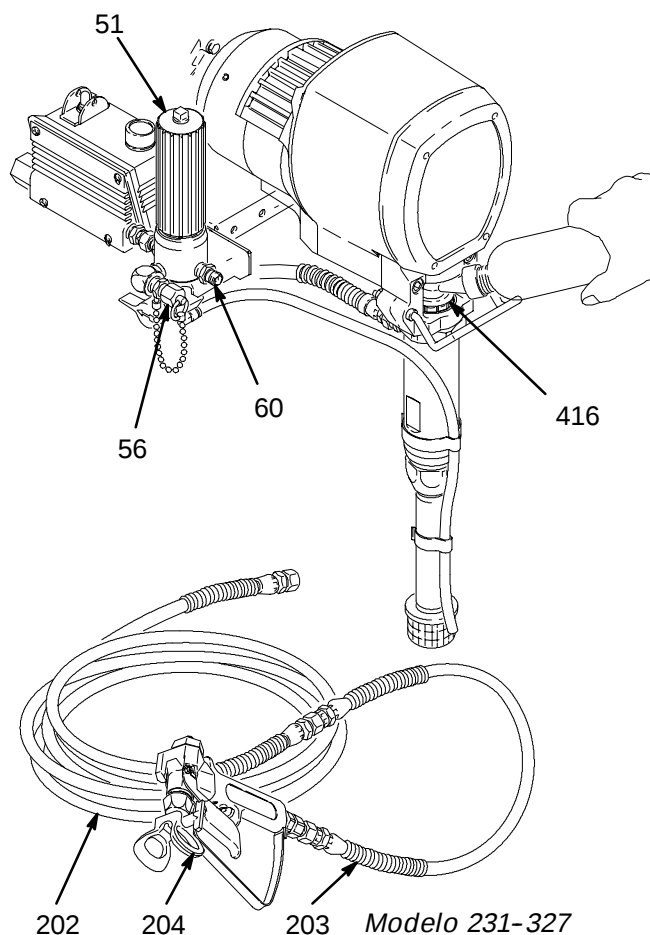

Fig. 2
3. No instale nunca un dispositivo de cierre entre el filtro (51) y la manguera principal (202). Vea la Fig. 2.
4. Utilice siempre la salida principal del filtro (N) para un sistema con una sola pistola. No obstruya nunca esta salida.
1. **Conecte la manguera y la pistola.** (Consulte la Fig. 2)
- a. Retire el tapón de plástico del racor de salida del filtro de 3/8 npsm(m) (60). Enrosque la manguera principal de fluido de 15,2 m (202) en el manguito. Lea la **PRECAUCIÓN** anterior.
- b. Conecte la manguera de latiguillo (203) entre la manguera principal de producto y el adaptador de entrada de la pistola (204).
2. **Sistema para dos pistolas.** Quite la tapa (56) de salida de la manguera secundaria y conecte una segunda salida para manguera a la pistola, tal como se explica en el paso 1 anterior.
3. **Llene la tuerca de prensaestopas/copela húmeda.** Llene la tuerca de prensaestopas/copela húmeda (416) hasta un tercio de su capacidad con líquido de estanqueidad de juntas (TSL) de Graco suministrado. Vea la Fig. 2.